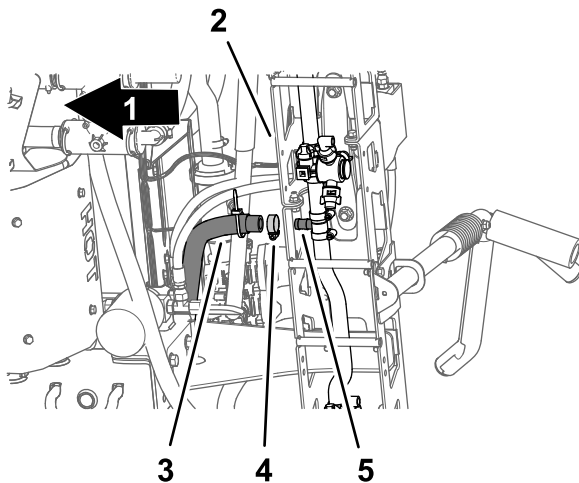

Bild 34
5. Entfernen Sie unter dem mittleren Sprühabschnitt die Schlauchklemme, mit der der Zulaufschlauch für den mittleren Sprühabschnitt am gezahnten T-Anschlussstück befestigt ist (Bild 34).